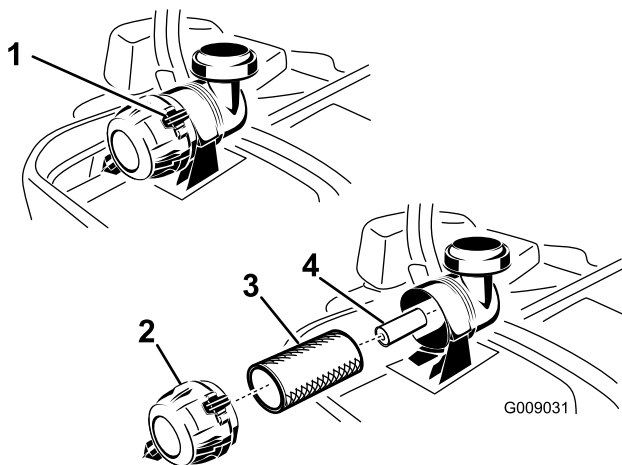

Figure 49
3. Appuyez sur les attaches du filtre à air pour les ouvrir et détachez le couvercle du boîtier du filtre à air (Figure 49).
5. Sortez le préfiltre du boîtier du filtre avec précaution (Figure 49). Évitez de cogner l'élément à l'intérieur du boîtier.
1. Ne nettoyez pas l'élément en papier, remplacez-le (Figure 49).
2. Si vous remplacez l'élément secondaire, insérez-le avec précaution dans le boîtier du filtre (Figure 49).
3. Placez ensuite le préfiltre sur l'élément secondaire avec le même soin (Figure 49). Assurez-vous qu'il est bien engagé en appuyant sur le rebord extérieur.
4. Montez le couvercle, renflard en bas, et tournez-le pour que les attaches verrouillent le couvercle en place (Figure 49).